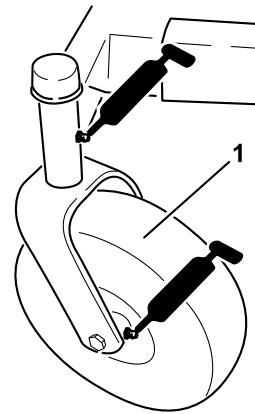
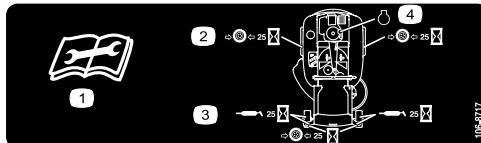

Figura 22
Figura 23
3. Limpie con un trapo los puntos de engrase (Figura 22 y Figura 23). Asegúrese de rascar cualquier pintura que hubiera sobre los puntos de engrase.
4. Conecte una pistola de engrasar a cada punto de engrase (Figura 22 y Figura 23). Bombee grasa hasta que empiece a rezumar grasa de los cojinetes.